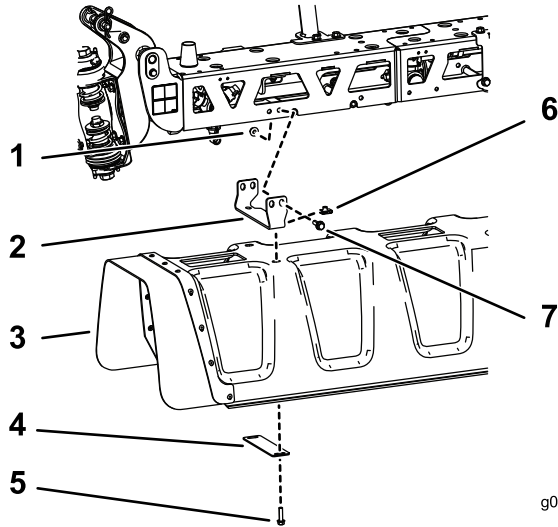

Figura 8
1. Instale la cubierta central en el soporte usando 8 tuercas de chapa, 4 chapas-arandela y 8 pernos de cabeza hexagonal (5/16" x 1¼"), según se muestra en Figura 8.
2. Instale los 4 soportes del brazo central y las placas de montaje en el brazo central usando 4 pernos de cabeza hexagonal (3/8" x 1¼") y 4 tuercas con arandela prensada (3/8"), según se muestra en Figura 8.